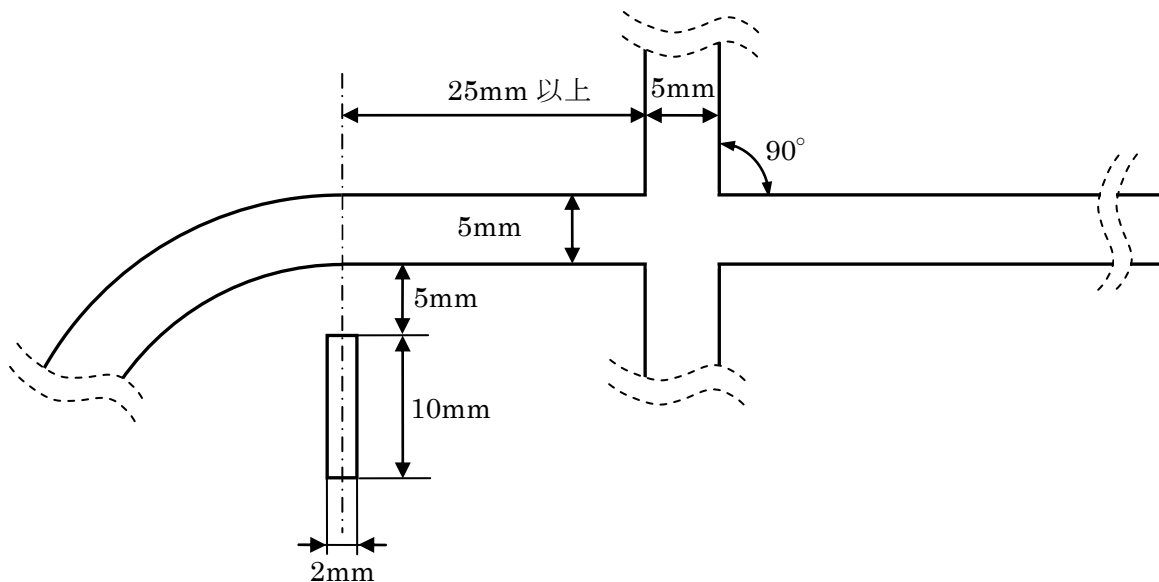

図8 交差点
- 4-9 決勝トーナメントにおいて、コースは以下の条件の交差点を有することがある(図8参照)。